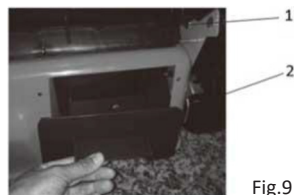

Fig.9
- Rimuovere il raccoglierba (Fig. 9 - pos. 1).
- Inserire il tappo per la mulching nell'apertura di scarico (Fig. 9 - pos. 2) e assicurarsi che sia posizionato correttamente.